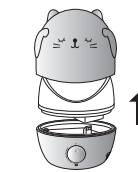

Рис. 2
1. Перед началом эксплуатации поставьте увлажнитель воздуха на ровную горизонтальную сухую поверхность. Снимите декоративную часть резервуара для воды, а затем снимите сам резервуар для воды с основания прибора (рис.2).